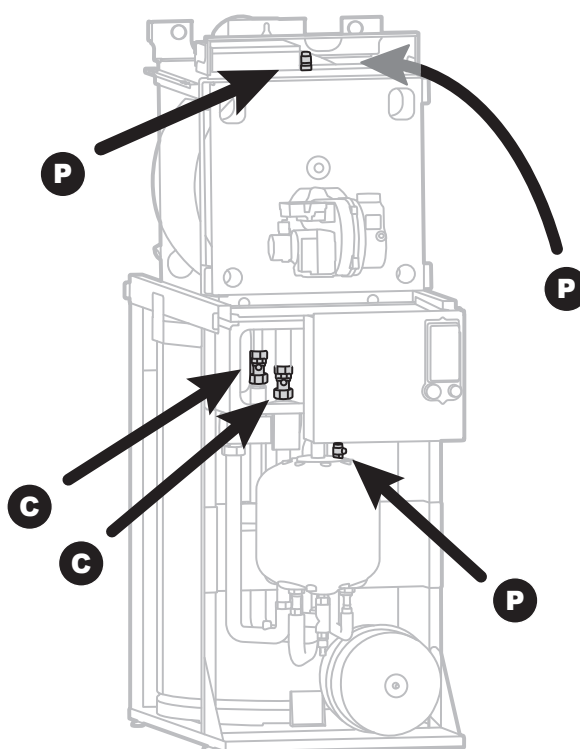

fig. 30 - Purgeurs (P) et Clapets antiretour (C)
- Pendant le remplissage, ne pas faire fonctionner le circulateur, ouvrir tous les purgeurs de l'installation et les purgeurs du module hydraulique (*fig. 30*) pour évacuer l'air contenu dans les canalisations.